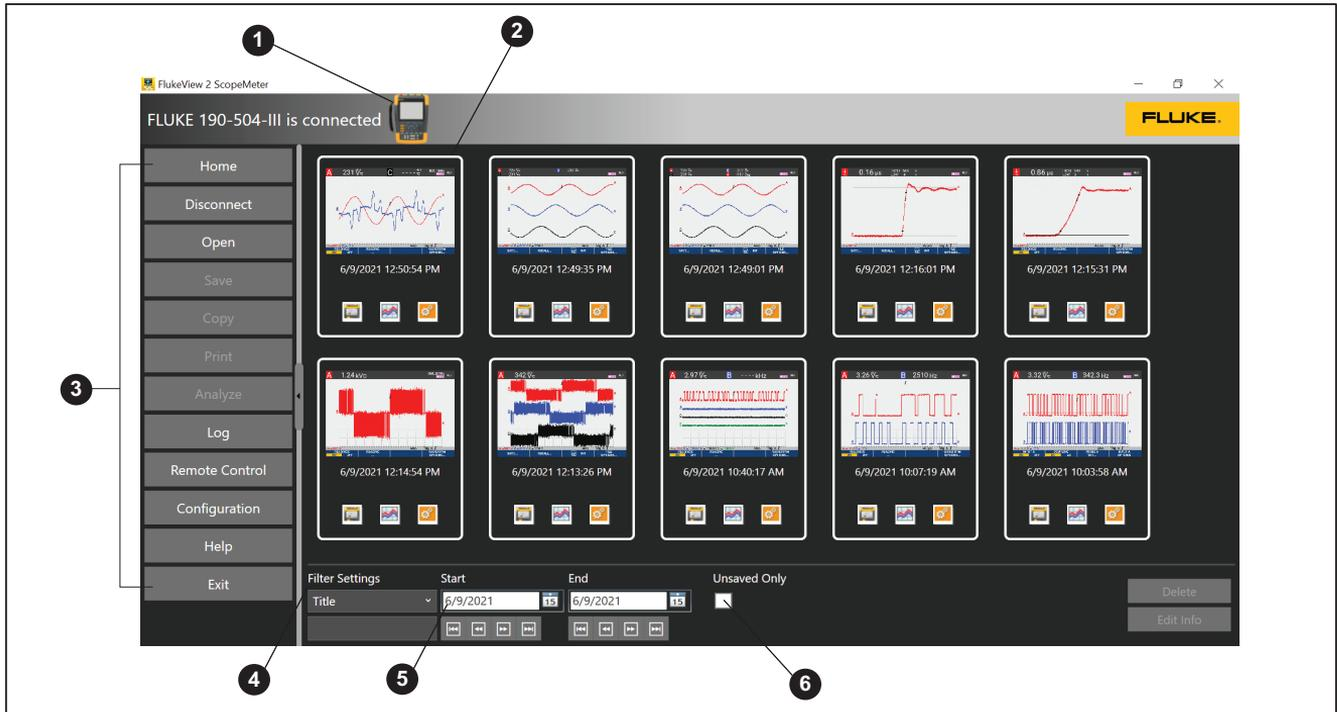

Figure 3. Fenêtre principale de FlukeView 2
Au démarrage, FlukeView 2 tente automatiquement d'établir une connexion avec l'outil de test. L'icône de l'instrument s'affiche en haut de la fenêtre si la connexion est réussie et si l'outil de test est connecté. Voir la Figure 3, élément A.
La fenêtre principale est un aperçu de tous les groupes de mesure depuis le lancement du programme et tous les éléments qui ont été stockés dans la base de données. Voir la Figure 3.
Le groupe de mesure le plus récent s'affiche dans la partie supérieure gauche de la fenêtre. Voir la Figure 3, élément ②.
Utilisez les boutons de menu de la barre d'outils de gauche pour accéder aux fonctions du logiciel. Voir la Figure 3, élément ③.
En bas de l'écran, vous pouvez sélectionner un filtre pour limiter la quantité de groupes de mesure visibles dans la fenêtre principale. Voir la Figure 3, élément ④.
Utilisez **Début** et **Fin** pour sélectionner la plage de dates des éléments qui apparaissent dans la fenêtre principale. Voir la Figure 3, élément ⑤.
Cochez l'option **Non enregistré uniquement** pour afficher uniquement les éléments qui ne sont pas encore enregistrés dans la base de données. Voir la Figure 3, élément ⑥.
Le menu déroulant à gauche des paramètres de filtre vous permet de filtrer les groupes de mesure avec « Informations supplémentaires ». Voir la Figure 3, élément ④.